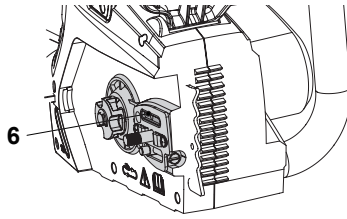

Fig. 39
1. Desmontar a barra guia (12) e a corrente da serra (11) em ordem inversa da montagem.
2. Verificar a porta de óleo (6) para entupimento e limpar, se necessário, para assegurar uma lubrificação adequada da barra-guia e da corrente de serra durante a operação. Utilizar um fio macio suficientemente pequeno para ser inserido no orifício de descarga de óleo (Fig. 39).